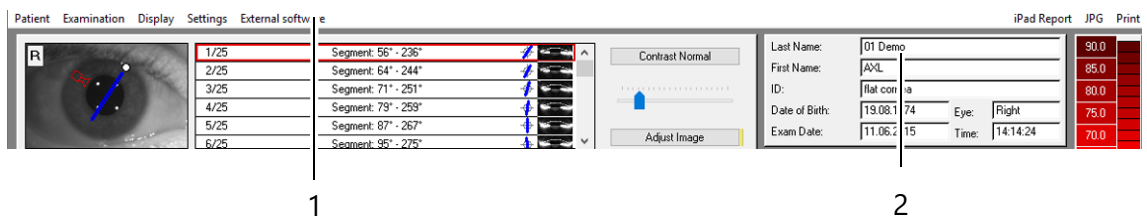

Fig. 6-1: Barra del menu programma Pentacam®
- ➔ Nel programma Pentacam® → Fig. 6-1 (pagina 28), selezionare la voce di menu [Esame] [Examination] e cliccare su [Scansione] [Scan].